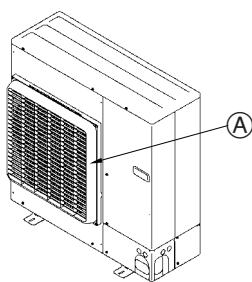
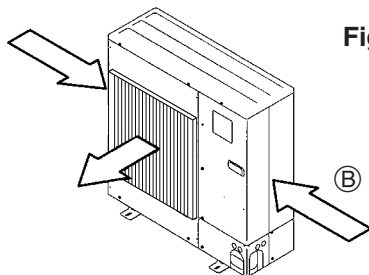

Fig. 2-4
Fig. 2-5
- ② Installer un guidage d'air et un guidage de sortie d'air en option si l'appareil a été placé à un endroit où les vents violents d'un typhon, etc. peuvent directement s'engouffrer dans la sortie d'air. (Fig. 2-4)
- (A) Guidage de sortie d'air
- ③ Placer l'appareil de sorte que la sortie d'air souffle dans la direction perpendiculaire à celle des vents saisonniers, si celle-ci est connue. (Fig. 2-5)
- (B) Sens du vent